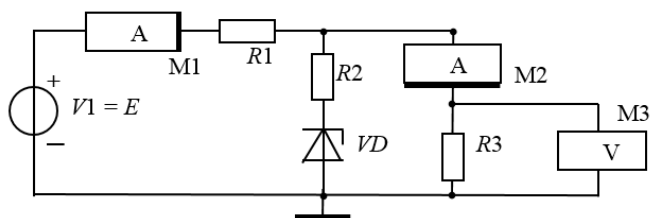

Рисунок 2.5 – Схем моделирования параметрического стабилизатора
6.2 Собрать схему стабилизатора (рисунок 2.5).